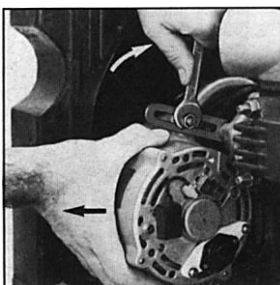

Рис.77.2
- поворотом генератора на себя (от двигателя) натяните ремень до требуемого значения (рис.77.2);